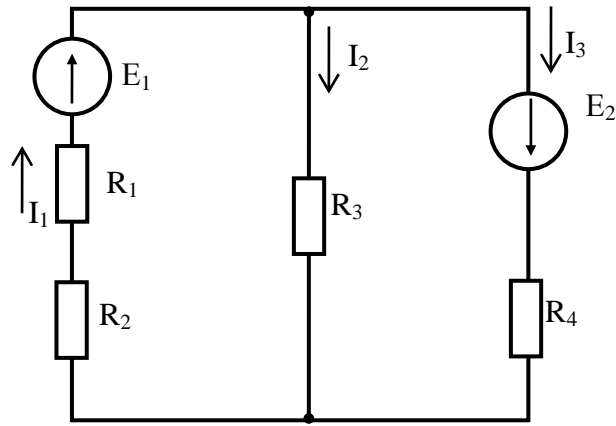

Рисунок 6.4 – Исходная схема электрической цепи
- 1) Произвольно выбирается направление токов в ветвях I_1 , I_2 , I_3 (рисунок 6.4)